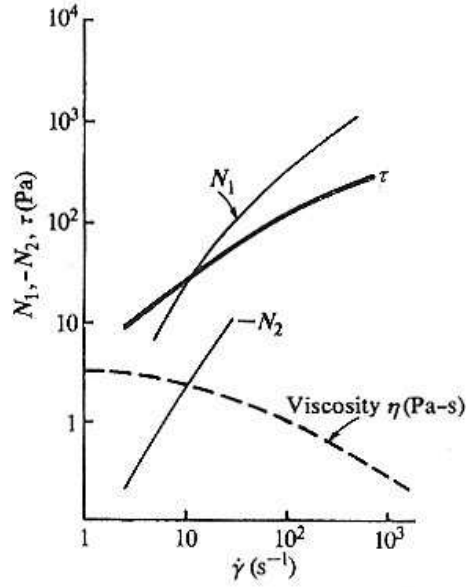

FIG. 2: Comportement typique de  $\eta$ ,  $\tau$  ( $= \sigma_{12}$ ),  $N_1$ , et  $-N_2$  en fonction de  $\dot{\gamma}$ .
- Cas du cisaillement simple. Calculer la viscosité de cisaillement  $\eta$ , ainsi que les différences des contraintes normales  $N_1 = \sigma_{11} - \sigma_{22}$  et  $N_2 = \sigma_{22} - \sigma_{33}$  en fonction du taux de cisaillement  $\dot{\gamma}$ . Comparer ces résultats à ceux de la Figure 2. Quel doit être le signe de  $\psi_2^0$  ?
- On peut encore améliorer ce modèle en remplaçant  $\eta_0$  par  $\eta_0(II_D)$ ,  $\psi_1^0$  par  $\psi_1^0(II_D)$  et  $\psi_2^0$  par  $\psi_2^0(II_D)$ , où  $II_D$  est le deuxième invariant de  $\underline{\underline{\mathbf{D}}}$ . Comment sont modifiés les calculs précédents ? Proposer des fonctions pour  $\eta_0(II_D)$ ,  $\psi_1^0(II_D)$ , et  $\psi_2^0(II_D)$ , correspondant aux courbes de la Figure 2.